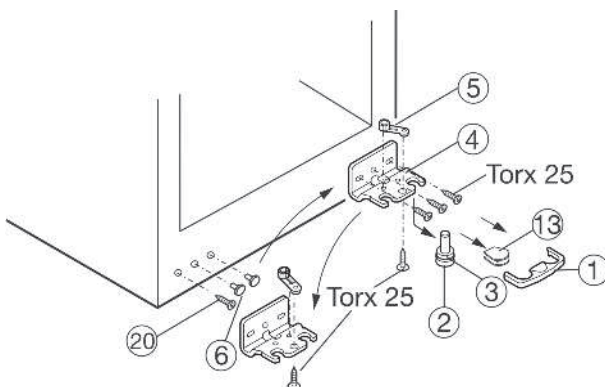

Рис. 4
- ▶ Для того чтобы удалить защитный фиксатор Рис. 4 (1), тяните его вперед.
- ▶ Снимите кожух Рис. 4 (13).*
- ▶ Тяните несущий штырь Рис. 4 (2) вниз и вперед. Во время этой операции уделяйте внимание втулке петли Рис. 4 (3).
- ▶ Отвинтите петлю Рис. 4 (4).
- ▶ Отвинтите несущую часть Рис. 4 (5), перевесьте ее на противоположную сторону петли и снова привинтите.
- ▶ Осторожно поднимите вставки Рис. 4 (6) и вставьте их на противоположной стороне.
- ▶ Отвинтите винт Рис. 4 (20) и вставьте его на противоположной стороне.
- ▶ Привинтите несущую скобу Рис. 4 (4) на другой стороне петли, **затянув ее не слабее 4 Нм**. При необходимости воспользуйтесь аккумуляторной отверткой.
- ▶ Еще раз наклоните устройство назад и установите на место несущий штырь Рис. 4 (2) и втулку петли Рис. 4 (3). Метка на штыре должна быть обращена вперед.
- ▶ Установите кожух Рис. 4 (13) на противоположную сторону*.
- ▶ Защитный фиксатор (1) должен располагаться рядом с петлей, сбоку, так чтобы несущий штырь и дверца были закреплены.
- ▶ Снова установите защитный фиксатор (1) на петлю.
- ▶ При необходимости выровняйте дверцу в соответствии с устройством при помощи двух вытянутых отверстий в петле Рис. 4 (4). Для этого отвинтите средний винт.